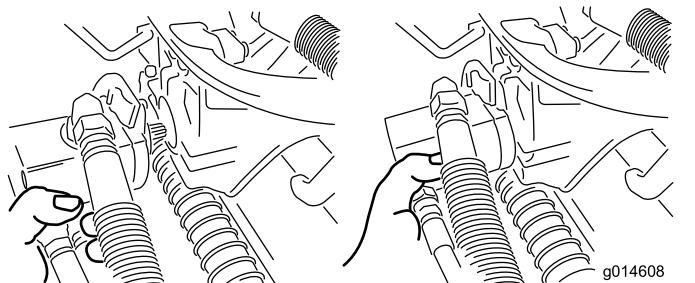

図 56
- 3. 外したモータは、サスペンションアームの前部にある一時保管位置にセットしておく図 56。